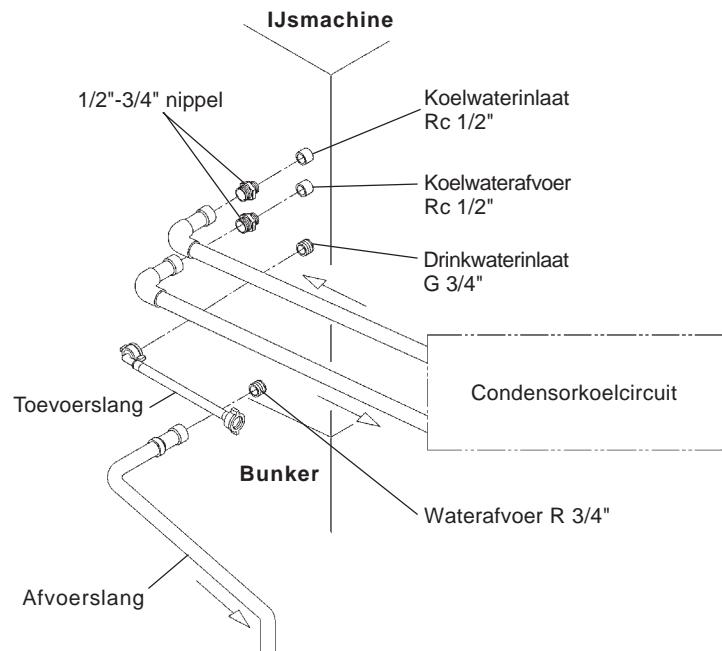

Fig. 9
[a] Standaardaansluitingen volgens WRC-voorschriften in het Verenigd Koninkrijk (fig. 9 en 10)
- 3) Draai de flexibele grijze afvoerslang (accessoire) handvast aan op de R 3/4" aansluiting aan de achterkant van de ijsmachine zoals aangegeven in fig. 9. Zorg er daarbij voor dat de rubber afdichtring goed is aangebracht voor een lekvrije aansluiting. Deze slang kan zo nodig op lengte worden gesneden voor een passende aansluiting op de hoofdafvoer.
- 5) Sluit het condensorkoelcircuit aan op het vrije uiteinde van de 1/2"-3/4" nippels zoals aangegeven in fig. 9 met een geschikte starre pijp. Voor een lekvrije verbinding moet PTFE-tape en/of een geschikte afdichtingspasta worden gebruikt.